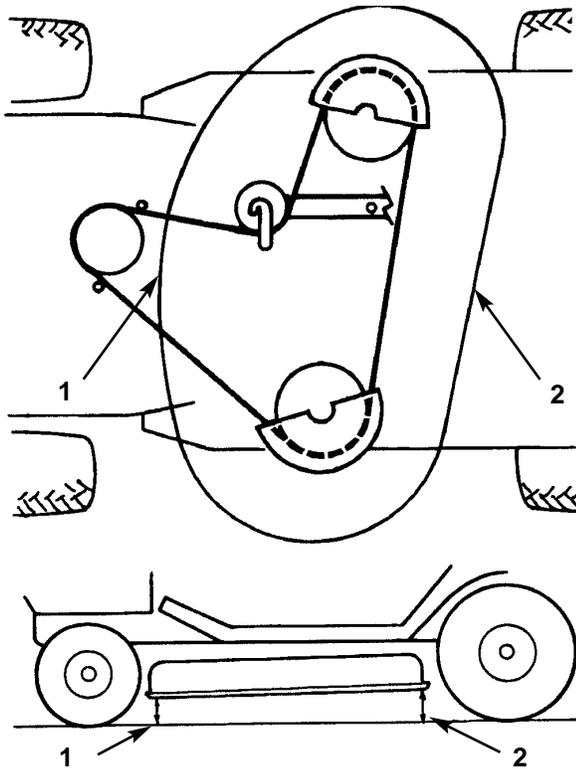

Bild 51
- Die Neigung von vorne nach hinten durch Messen des Abstands zwischen der Unterseite des Mähers (Mitte vorne und Mitte hinten) und einer flachen Oberfläche messen (Bild 51). Wenn die Vorderseite des Mähers mehr als 4,8 mm tiefer steht als die Rückseite, muß die Neigung eingestellt werden; siehe Schritte 7-10.